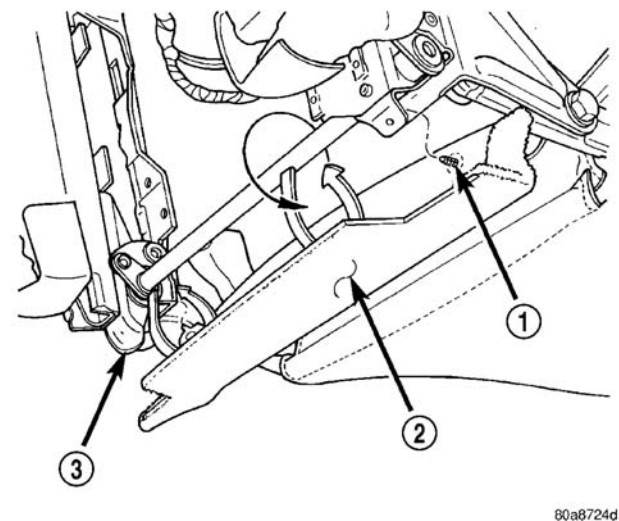

图 24 前电动座椅滑轨-后盖
- (1) 自环条拆开装接后盖至电动座椅调整滑轨横杆的箭头固定器（图 24）。
- (2) 拆开将后盖固定到电动座椅滑轨的扣件。
- (3) 将后盖拆离座椅。
- (1) 将后盖装到座椅上。
- (2) 装上扣件，将后盖固定到电动座椅滑轨槽上。
- (3) 将箭头固定器装至环条，而将后盖固定到电动座椅滑轨横杆（图 24）。